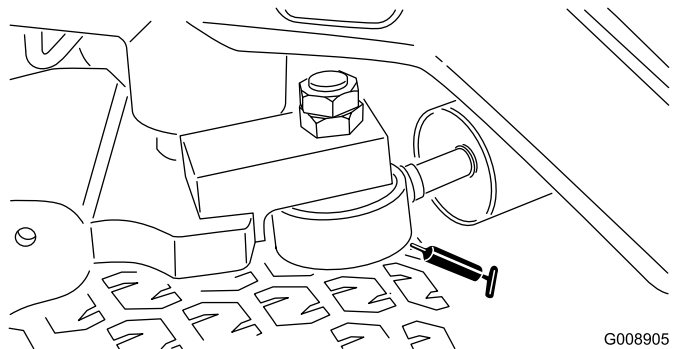

Figura 61
**Nota:** Si lo desea, puede instalar otro punto de engrase adicional en el otro extremo del cilindro de dirección. Retire el neumático, instale el engrasador, engrase, retire el engrasador y coloque el tapón (Figura 61).